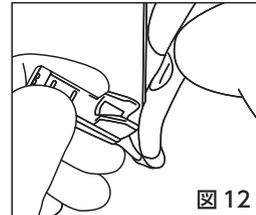
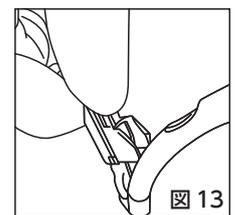

図12
図13
1. 交換シース組立体の補助チューブ把持部を補助チューブから外し(図12)、シースのコネクタとガイドワイヤを把持し、補助チューブを直上へ引き上げて抜去する。(図13) このときシースが瘻孔から脱落しないようシースのコネクタとガイドワイヤをしっかりと把持し、補助チューブをゆっくりと捻じらずに抜去する。